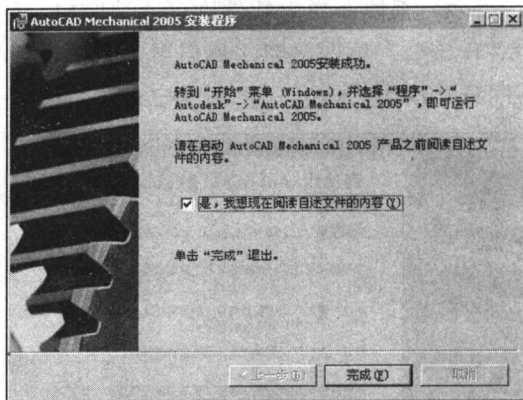

图 1-7 完成安装
(9) 安装结束之后, 弹出如图 1-7 所示窗口, 单击“完成”按钮即可完成安装。